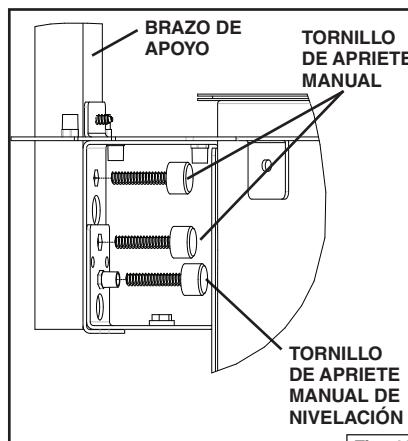

Fig. 11
3. Siga fijando el brazo a la unidad eléctrica con (2) tornillos de apriete manual M4 x 24 mm. Fije un tercer tornillo de apriete manual M4 x 24 mm al inserto roscado en la brida de la unidad eléctrica. Este tornillo se usará para nivelar posteriormente la unidad eléctrica. Fig. 11.